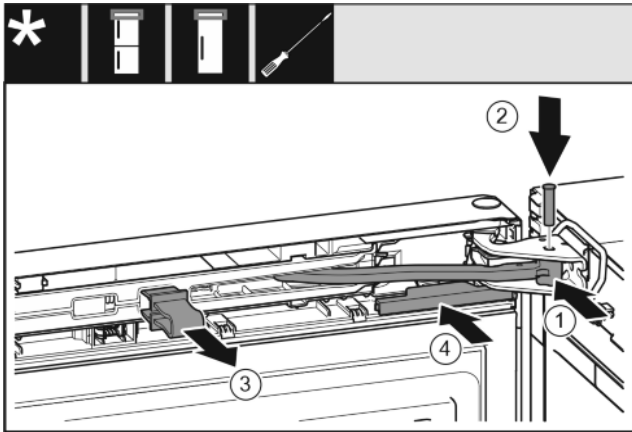

Fig. 39
- ▶ Forgassa be a csuklót a csapágybakba. Fig. 39 (1)
- ▶ Helyezze be a csapszeget a csapágybakba és a csuklóba. Közben ügyeljen arra, hogy a bekattanó bütyök megfelelően illeszkedjen a horonyba. Fig. 39 (2)
- ▶ Vegye le a biztosítékot. Fig. 39 (3)
- ▶ Tolja fel a fedelet. Fig. 39 (4)